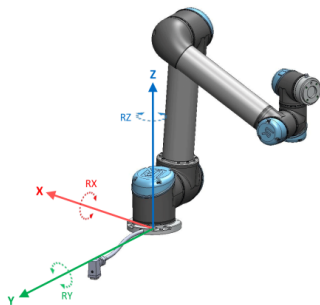

Abbildung 13.1: Basisfunktion
- Die Basisfunktion hat ihren Ursprung im Zentrum der Roboterbasis (siehe Abbildung 13.1)